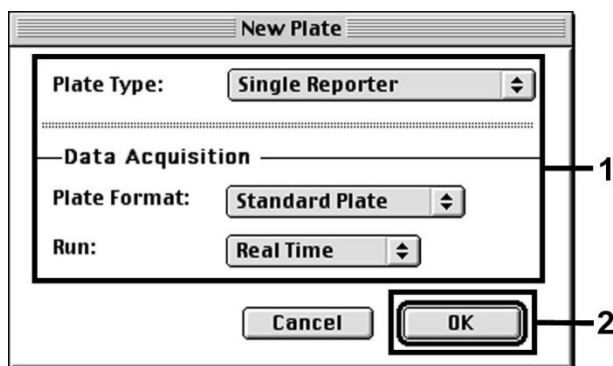

Fig. 9 : Pré-paramétrages pour la création d'un nouveau cycle de PCR (New Plate) (Nouvelle plaque).
Dans le cas de l'ABI PRISM 7700 SDS, sélectionner la commande *New Plate* (Nouvelle plaque) du menu *File* (Fichier) et définir les paramètres de base suivants pour le nouveau document (voir Fig. 9). Confirmer les pré-paramétrages (OK).